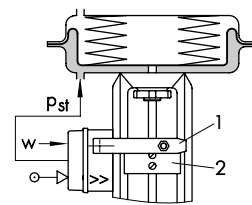

Fig. 5 - Sentido de actuación >> Montaje a la izquierda
Al aumentar la magnitud guía, la presión de mando puede aumentar (acción directa >>) o disminuir (acción inversa <<). El sentido de actuación se determina mediante la posición del portatobera, que puede girarse 180°. Es activo el sentido de la marca visible (>> o <<). Al cambiar el sentido de actuación o la posición de seguridad se tiene que cambiar también la posición de montaje del posicionador (figs. 5 a 8).
La coordinación entre el accionamiento, la posición de montaje del posicionador, la magnitud guía y el sentido de actuación se representa en las figs. 5 a 8.
Vástago saliendo del accionamiento (figs. 5 y 6)
Para más detalles consultar las hojas técnicas T 8310 y T 8311. Las figs. 5 a 8 indican las diversas posibilidades de montaje y actuación. Las indicaciones montaje a la "derecha" o "izquierda" se entienden mirando de frente a la palanca (1) y a la placa (2).